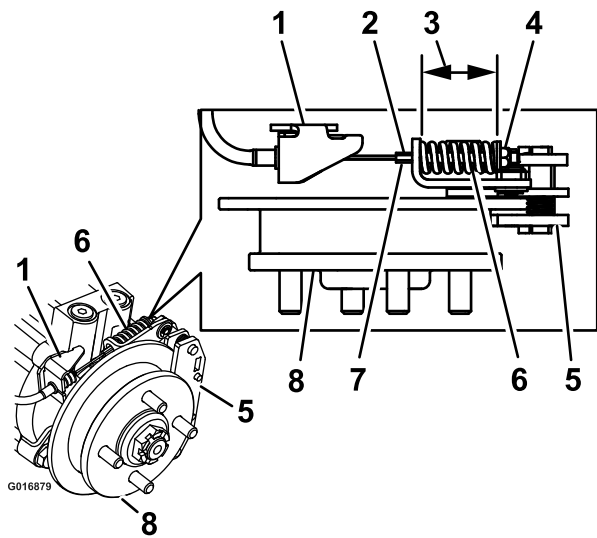

Figura 71
9. Sujete el extremo de la varilla roscada con una herramienta y ajuste la contratuerca hasta que el muelle mida de 3.8 a 4.0 cm (1-1/2 a 1-9/16 pulgadas) (Figura 71). No deje que el cable gire mientras se aflojan las tuercas.